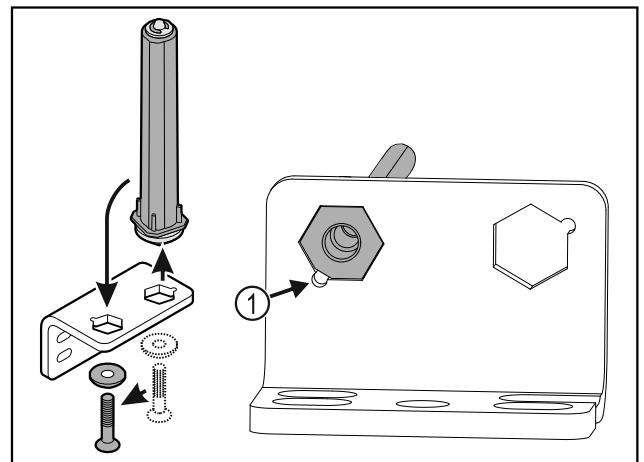

Fig. 26
- ▶ Βεβαιωθείτε ότι κατά την τοποθέτηση η λοξοτομή του πείρου είναι στραμμένη Fig. 26 (1) προς τη στρογγυλή οπή.